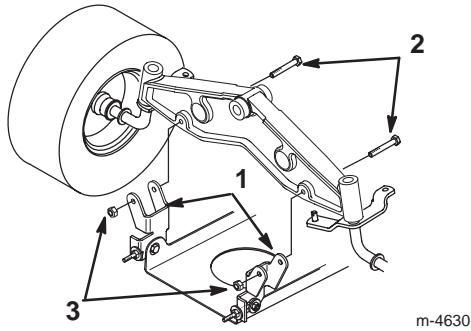

Figure 39
- 14.** Enlevez les boulons et les contre-écrous et déposez les supports de pivot du plateau de coupe de l'essieu avant (Fig. 39).